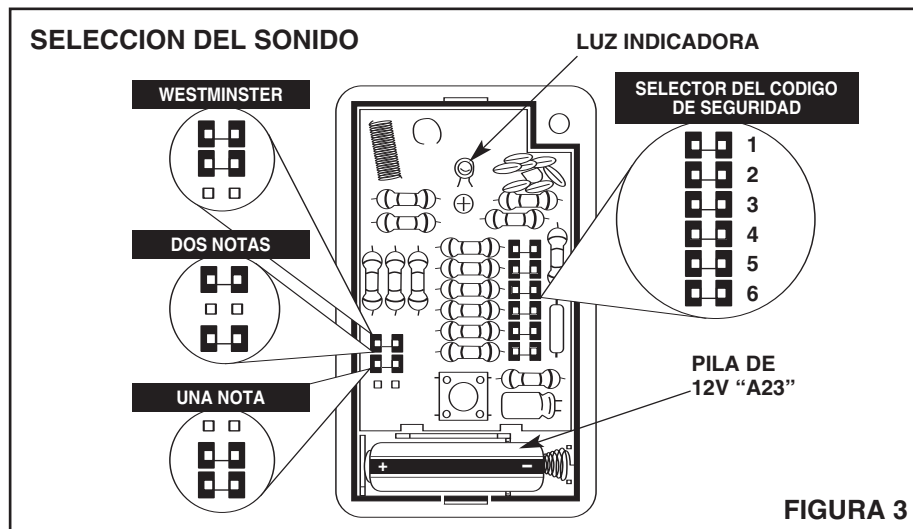

FIGURA 3
**Vea la figura 3.**
2. Seleccione el sonido deseado según se muestra en la figura 3.